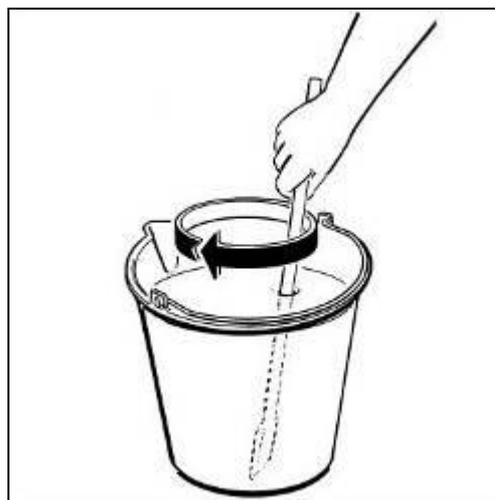

Abb. 22
- In einem Gefäß das Produkt je nach Angaben des Herstellers (siehe Abb. 22) mit Wasser oder Milch auflösen und verrühren.